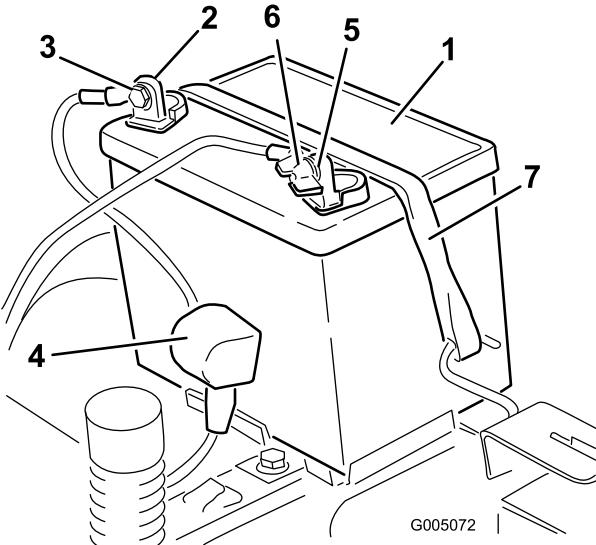

Bild 39
4. Klemmen Sie das Minuskabel (schwarz) vom Batteriepol ab (Bild 39). Bewahren Sie alle Befestigungen auf.
vom Batteriepol ab (Bild 39). Bewahren Sie alle Befestigungen auf.
- Nehmen Sie die Batterieklemme ab (Bild 39) und heben Sie die Batterie aus dem Ständer heraus.
- Setzen Sie die Batterie in das Fach (Bild 39).
- Befestigen Sie die Batterie mit der Befestigung (Bild 39).